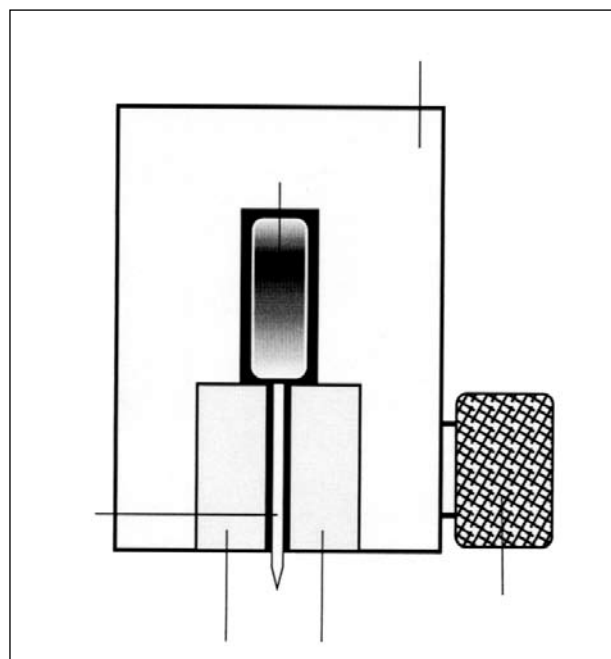

FIG. 2
9. Enfilez la lame jusqu'en haut entre les roulements de guide-lame, le dos de la lame reposant contre le roulement d'appui, comme illustré sur la Fig. 2.